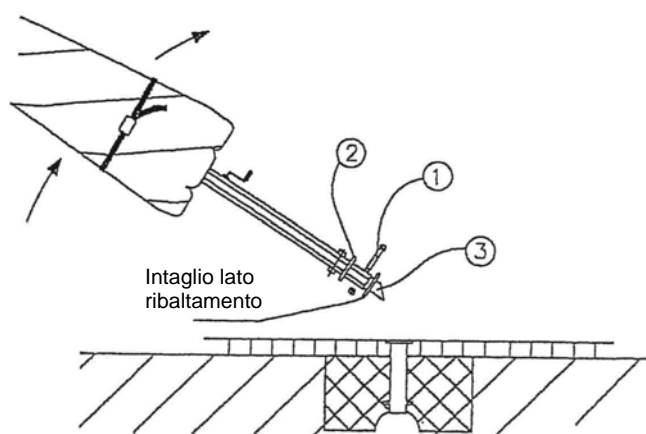
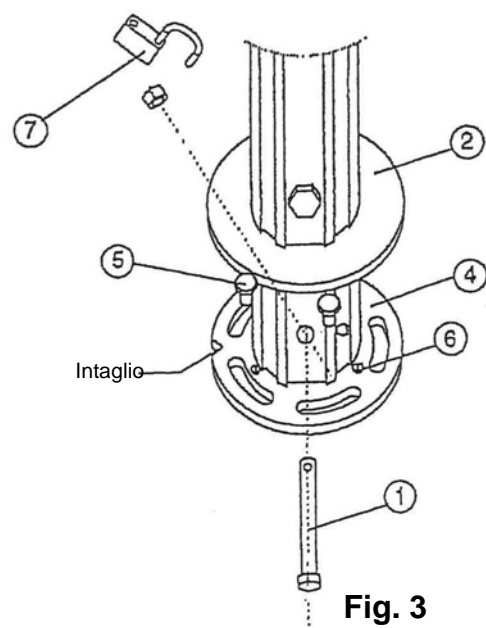

Fig. 2
Fig. 3
- Allontanare il bullone di connessione (1) palo/tubo portante (fig. 2).
- Alzare l'ombrellone obliquamente di ca. 30° e appoggiare il cuneo del tubo portante (3) sul piantone da interrare.
- Drizzare il palo finché la rondella del tubo portante non si posa in posizione orizzontale sulla rondella del piantone da interrare (fig. 3).
- Tenere l'ombrellone fermo in posizione verticale, spingere la lamiera paraviti verso l'alto e inserire le viti di ancoraggio (5) senza per il momento serrarle.
- Regolare la posizione agendo sulle viti di livellamento (6).
- Riportare la lamiera paraviti (2) sulla rondella del tubo portante, inserire il bullone d'ancoraggio (1) sopra la lamiera paraviti, stringere e all'occorrenza chiudere con il lucchetto (7).